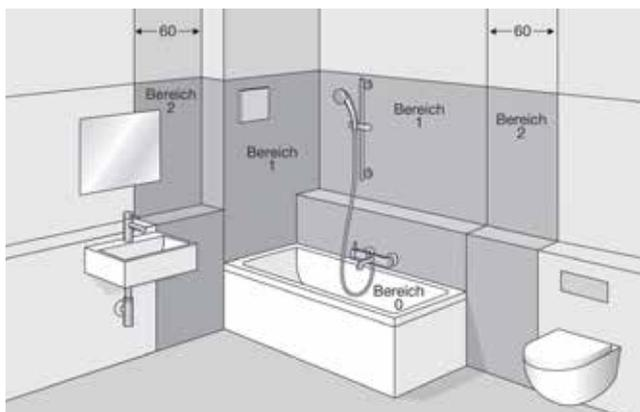

Abb. 160 Dusch-/Baderäume – Schutzbereiche nach VDE 0100-701
- Gemäß VDE 0100-701 ist die Installation in Bade- und Duschräumen nur im Schutzbereich 2 zulässig (s. Abb. 160).